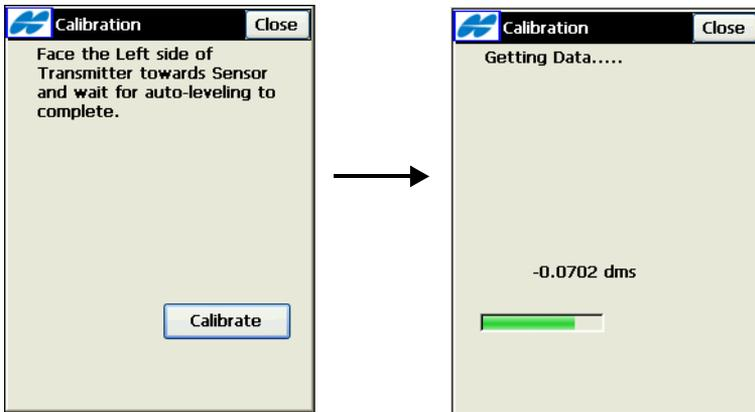

Abbildung A-18. Drehen des Lasers nach links und erfassen von Daten
9. Drehen Sie den Laser um 90° , sodass die linke Seite zum Laser zeigt. Tippen Sie auf **Kalibrieren** (Abbildung A-18).